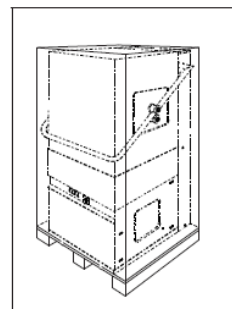

Fig. 2
1. Ostrożnie otwórz kartonowe opakowanie (rys.2)